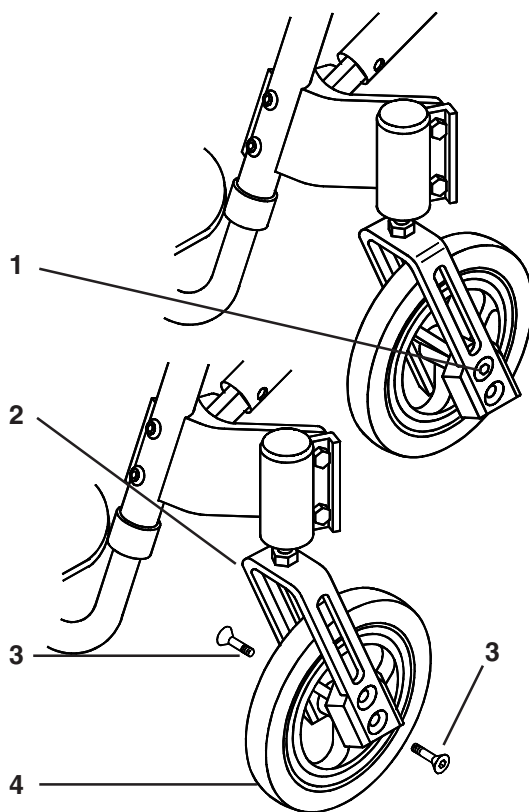

Fig. 38
Afin de régler la hauteur d'assise à l'avant du fauteuil, utiliser le trou (1) de la fourche (2) cf (Fig. 38). Oter les 2 vis (3) avec une clef Allen de 4 mm qui se trouvent dans les trous du bas de la fourche. Ajuster la roue à votre convenance et revisser (27 Nm).